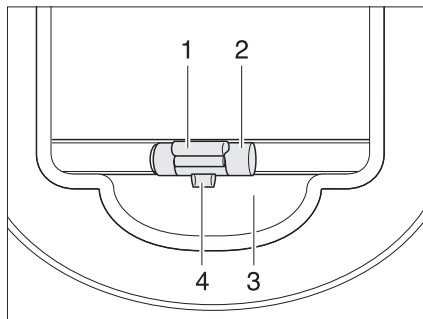

Fig. 25 Persiana oscurecedora enrollable
- Tirar la persiana oscurecedora enrollable hacia abajo con el tirador (Fig. 25,2) y hacerla engatillar.
- Tirar la persiana oscurecedora enrollable levemente hacia abajo con el tirador (Fig. 25,2) y presionar el listón de desbloqueo (Fig. 25,1) hacia fuera. El bloqueo (Fig. 25,4) se sale del alojamiento (Fig. 25,3).